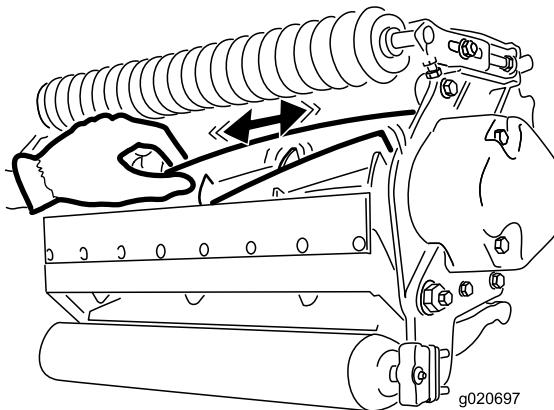

図 31
2. ポロ布を厚く巻くか丈夫なパッドのついた手袋をして、カッティングユニットの刃の部分をつかみ、リールを左右に揺すってガタがあるかどうかを調べる 図 31。